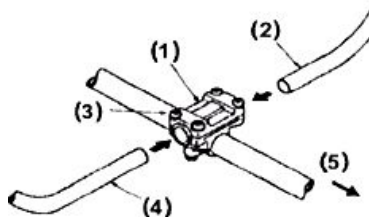

Рис. 2
Установка U-образной рукоятки (см. рис.2):
1. Ослабьте болты (3) на верхней крышке кронштейна (1).
2. Вставьте левую (4) и правую (2) ручки управления в соединительный кронштейн согласно рис. 2 и затяните болты (3).